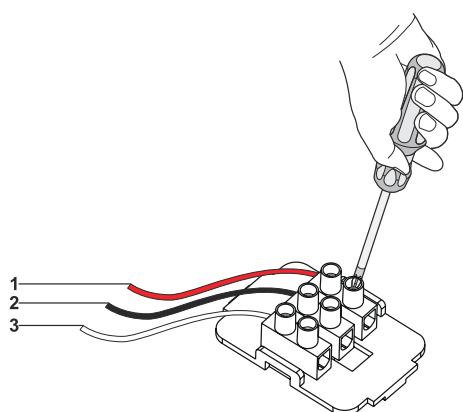

Fig. 23
- 1. ➤ **NC / COM:** När dessa 2 anslutningar används och fläkten stängs av kommer fläkten skicka en signal till den anslutna enheten (Fig. 23).
- 2. ➤ **NO / COM:** När dessa 2 anslutningar används och fläkten sätts på kommer fläkten skicka en signal till den anslutna enheten (Fig. 23).